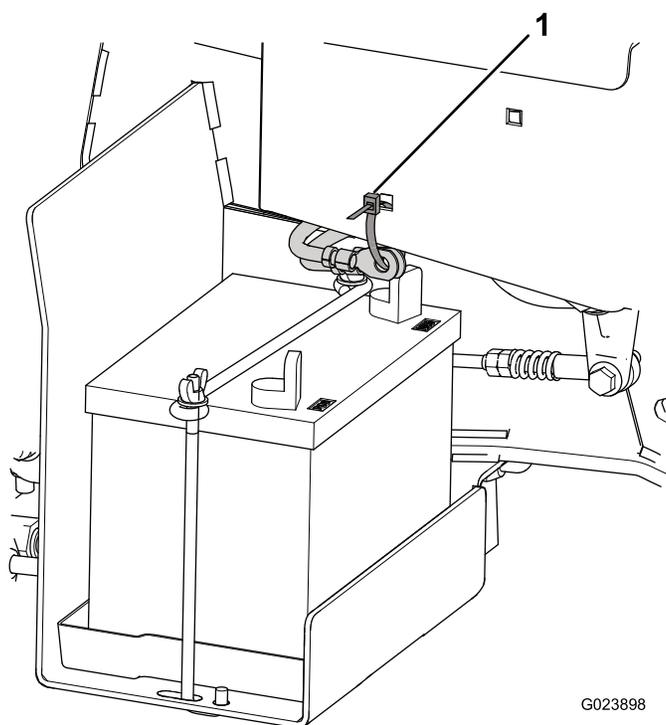

图4
1. 切断将电池电缆固定到机架上的扎带，并丢弃扎带（图4）。